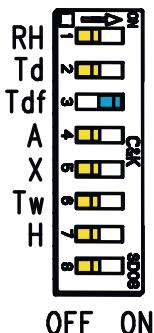

図 70 HMD62 の DIP スイッチの例:  $T_{df}$  出力を選択中
HMD62 の RH チャネルに出力される湿度パラメーターを、基板の DIP スイッチで変更できます。変換器で出力するパラメーターを選択するには、そのパラメーターの DIP スイッチを右 (ON) にスライドさせます。図 70 (ページ 87) の例において、変換器で選択されている出力パラメーターは露点/霜点温度 ( $T_{df}$ ) です。その他の DIP スイッチは OFF の位置 (左) のままにします。